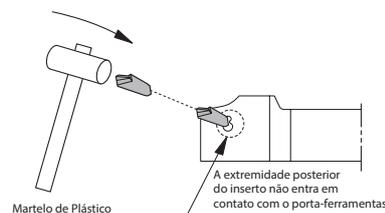

Fig.1: Como montar insertos
1. Bata levemente no inserto com um martelo de plástico para empurrá-lo até o ponto em que não possa ser removido com a mão. (Fig. 1)